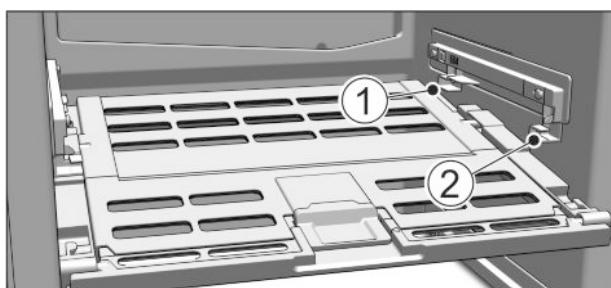

Fig. 50
- ▶ Поставяне на капака на отделението Fruit & Vegetable-Safe: Пъхнете шийките на капака отдолу в задния държач Fig. 50 (1) и фиксирайте отпред в държача Fig. 50 (2).